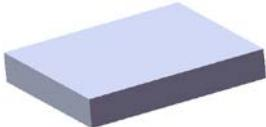
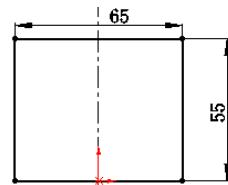

图 16.6.2 凸台一拉伸 1
图 16.6.3 横断面草图
Step2. 创建图 16.6.2 所示的零件基础特征——凸台—拉伸 1。
(1) 选择命令。选择下拉菜单 **插入(I)** → **凸台/基体(B)** → **拉伸(E)...** 命令(或单击“特征(F)”工具栏中的 按钮)。
(2) 定义特征的横断面草图。
- ① 定义草图基准面。选取前视基准面作为草图基准面。
- ② 定义横断面草图。在草图环境中绘制图 16.6.3 所示的横断面草图。
- ③ 选择下拉菜单 **插入(I)** → **退出草图** 命令，退出草图环境，此时系统弹出“凸台一拉伸”对话框。
- (3) 定义拉伸深度属性。
- ① 定义深度方向。采用系统默认的深度方向。
- ② 定义深度类型和深度值。在“凸台一拉伸”对话框 **方向1** 区域的下拉列表中选择 **给定深度** 选项，在 **输入** 中输入深度值 10.0。
- (4) 单击 **确定** 按钮，完成凸台一拉伸 1 的创建。